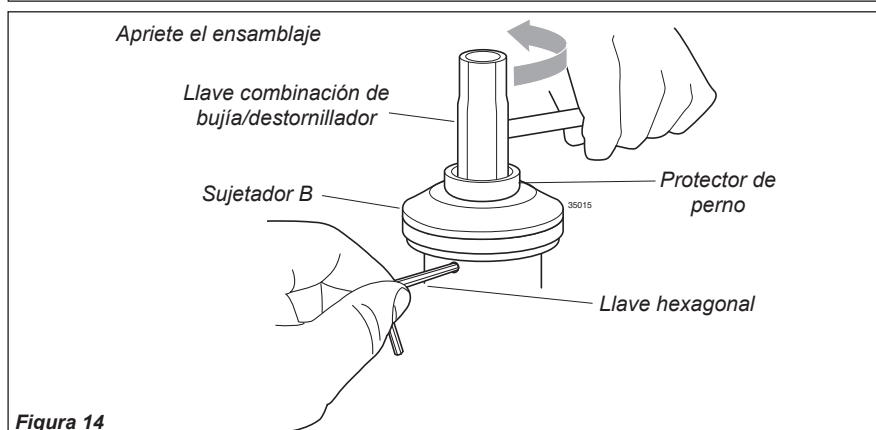

Figura 14
7. Asegure el sujetador A a la caja de engranajes insertando el lado más largo de la llave hexagonal a través de ambos huecos como fue hecho en el procedimiento número 1 y apriete el perno del eje con la llave combinación de bujía/destornillador. Consulte la figura 14.